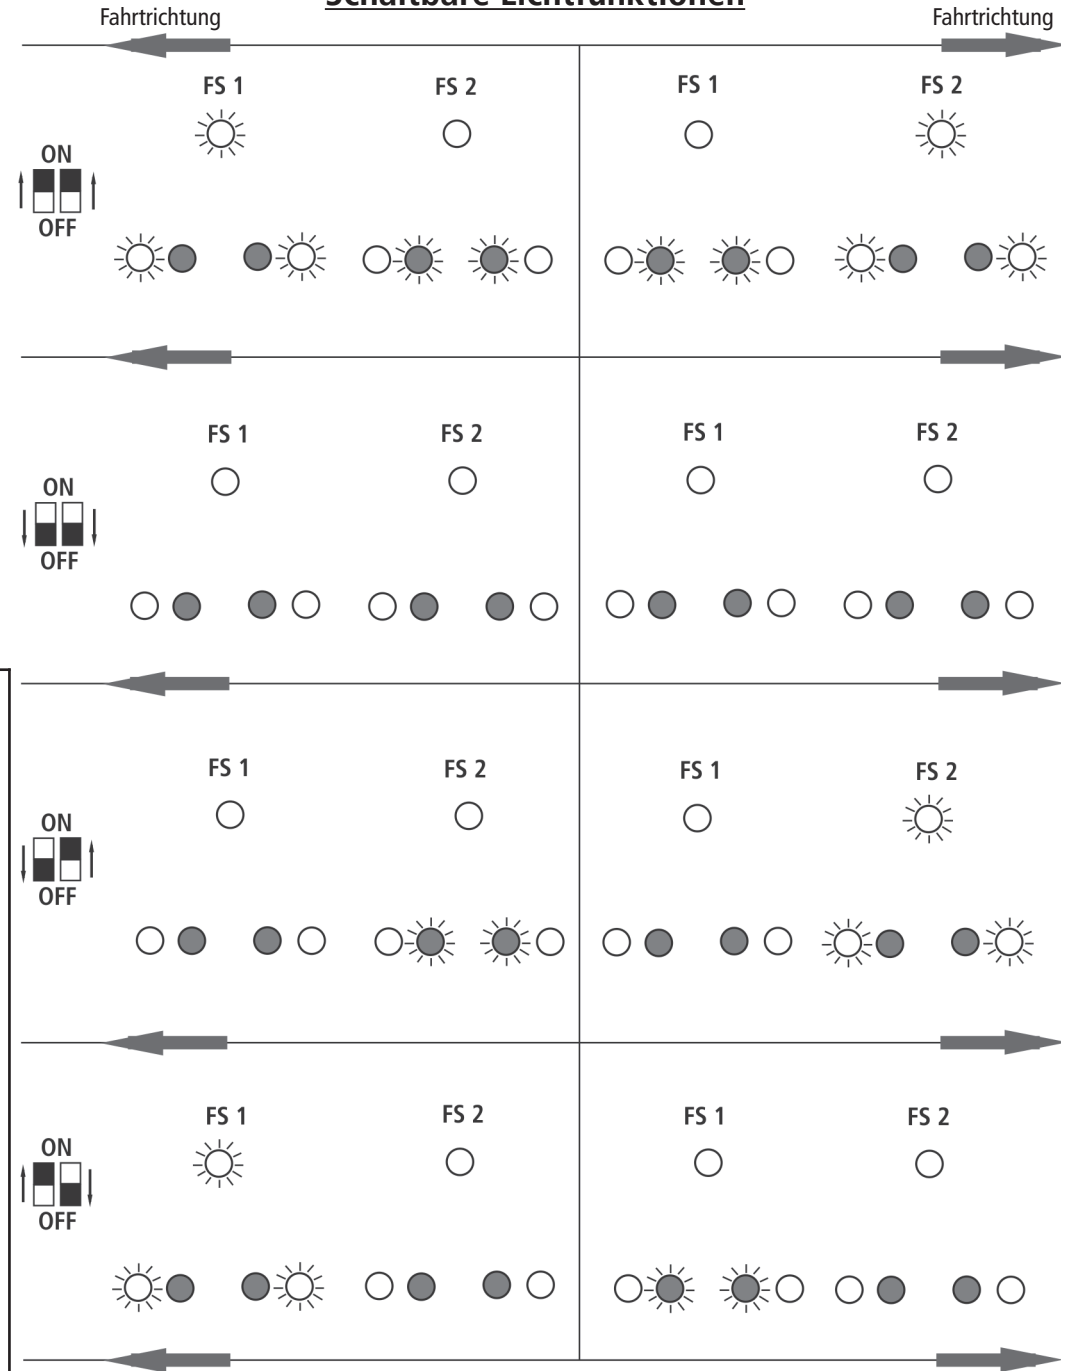
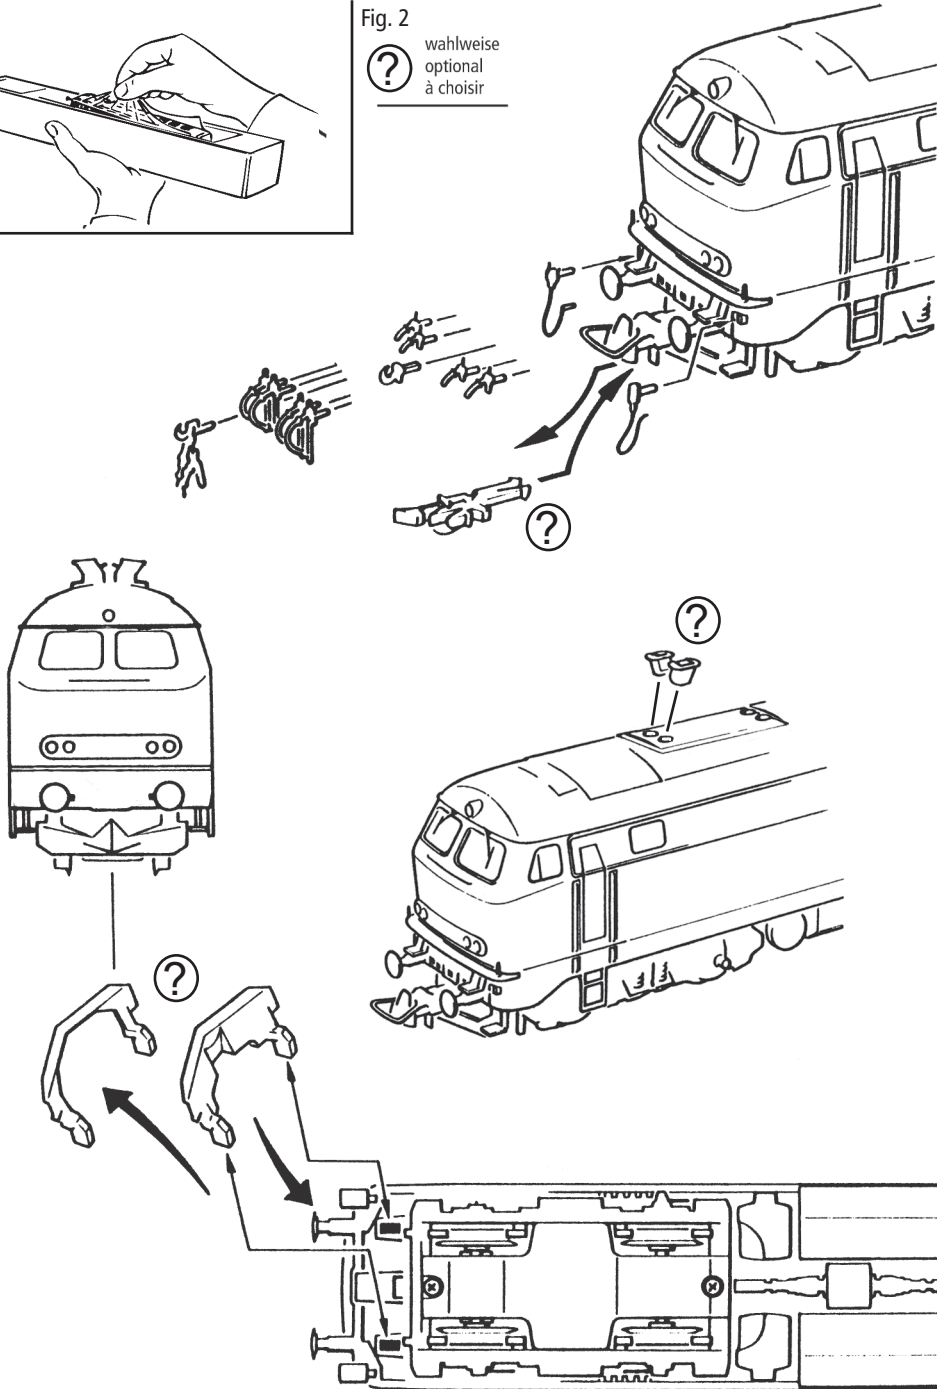

Fig. 6
Fig. 3
Mehrzugbetrieb: Zuerst Lokgehäuse abnehmen (Fig. 3). Danach den Brückenstecker aus der Schnittstelle entfernen (diesen sorgsam aufbewahren). Danach den Stecker des Decoders lagegerecht einsetzen (Fig. 6).
2. Schmierung: Versehen Sie die im Schmierplan in Fig. 7 gekennzeichneten Stellen mit nur **kleinen Öltropfen**. Dazu zuerst das Lokgehäuse abnehmen (Fig. 3). Wir empfehlen den ROCO **Öler Art.-Nr. 10906**. Fürs Schmieren der Getriebeteile (Zahnräder, Schnecke) empfehlen wir das **ROCO-Spezialfett Art.-Nr. 10905**. Im Falle der Schmierung diese Teile **nicht ölen**.
4. Motorwechsel: Lokgehäuse abnehmen (Fig. 3). Danach wird der Motor ausgebaut und ausgetauscht (Fig. 9).
Running in digital mode: Remove the jumper from the interface. Finally put the plug of the decoder into the interface as shown in fig. 6.
2. Lubrication: Apply **tiny oil drops** to spots marked in fig. 7. Prior to lubrication dismantle locomotive (fig. 3). We recommend using item no. **10906, ROCO oiler**. For lubrication the gearparts (e.g. cogwheels, worm) we would recommend our ROCO **special grease** (item no. **10905**).
4. Motor Changing: First remove loco body (fig. 3), and then the motor (fig. 9).
Exploitation en télécommande multi-trains: Enlevez la fiche de shuntage de l'interface (à conserver!) et enfichez finalement la fiche de décodeur aux prises de l'interface. Veillez à la position correcte de la fiche (fig. 6).
2. Graissage: N'appliquez **qu'une tout petite goutte** aux endroits indiqués par le plan de graissage (fig. 7) après avoir démonté la caisse de la locomotive (fig. 3). Nous vous recommandons **le graisseur à huile ROCO réf. 10906**. Pour graisser les engrenages (roues dentées, vis sans fin) nous vous conseillons la **graisse spéciale ROCO réf. 10905** pour engrenages en matières synthétiques. Lorsque vous utilisez cette graisse il faut éviter d'huiler ces composants.
4. Remplacement du moteur: Démontez la caisse (fig. 3). Démontez ensuite le moteur (fig. 9).
1. siehe } Fig. 3